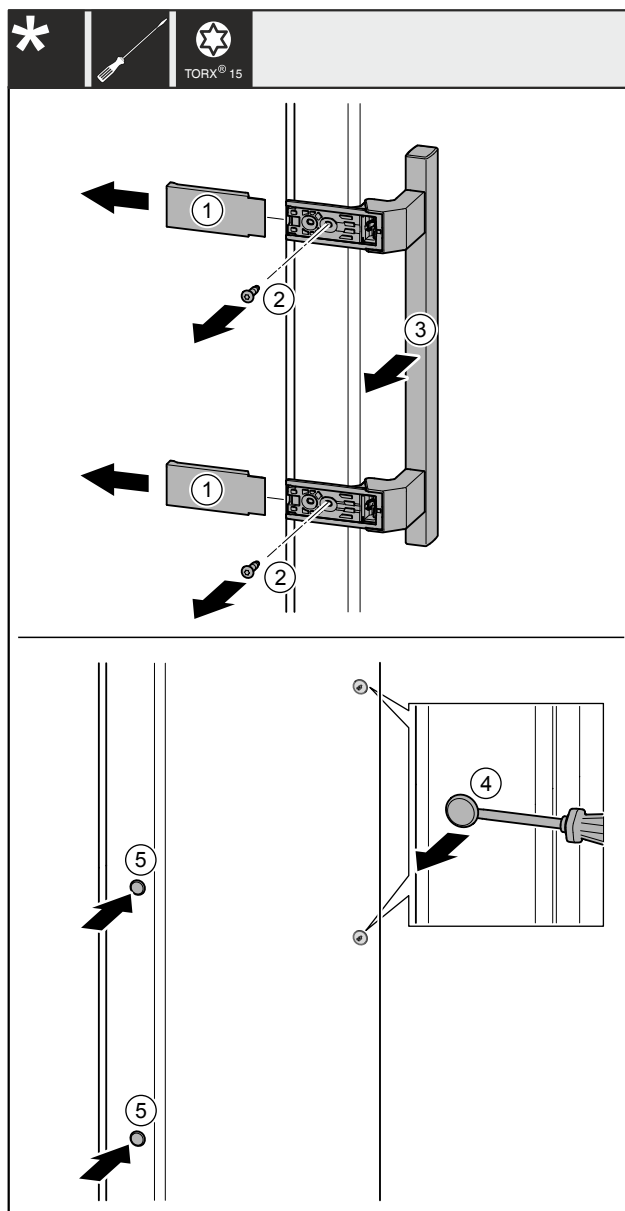

Fig. 41
- Togliere le coperture Fig. 41 (1).
- Estrarre le viti Fig. 41 (2) con un cacciavite.
- Rimuovere la maniglia Fig. 41 (3).
- Sollevare il tappo laterale Fig. 41 (4) con cautela con un cacciavite a intaglio ed estrarlo.
- Reinserire il tappo Fig. 41 (5) sull'altro lato.